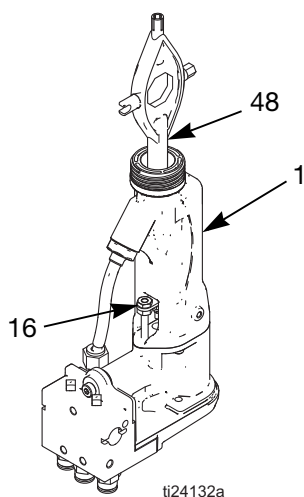

FIG. 22. Dépose de la tige de presse-étoupe produit
4. Retirez la buse pour fluide (4) et l'électrode (3).
5. Retirez la tige de presse-étoupe (2) à l'aide de l'outil multifonctions (48). Voir FIGURE 22.